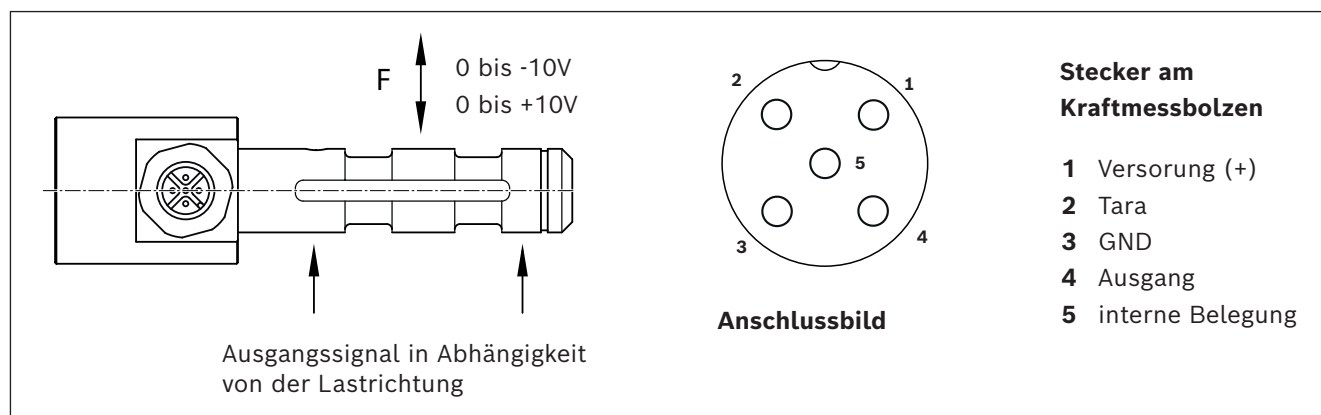

Fig. 11: Kraftmessbolzen elektrisch anschließen
- 3. Kraftmessbolzen (1) mit der Hand zwischen Gelenkkopf (2) und Gabelbefestigung (3) einschieben.
- 4. Kraftmessbolzen (1) mit der mitgelieferten Bolzensicherung (4) auf einer Seite der Gabelbefestigung (3) axial und gegen Verdrehen sichern.
- 5. Elektrischen Anschluss am Kraftmessbolzen entsprechend der Applikation ausrichten. Polarität des Anschlusses ➡ Fig. 11.